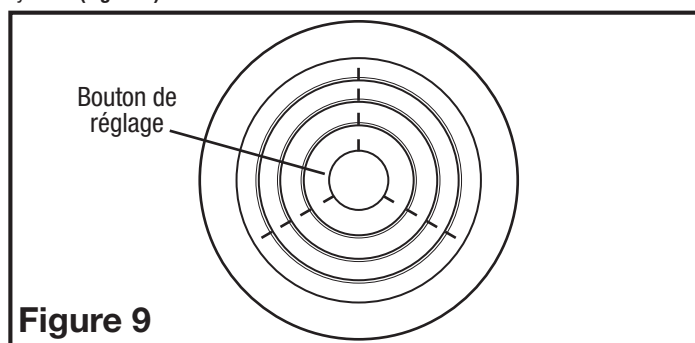

Figure 9
- 1b. **Kits d'alignement de 6 po :** Localisez le bouton de réglage de l'amortisseur dans le centre du gril. Tout en poussant vers l'intérieur sur le bouton, tournez le bouton pour ajuster l'amortisseur et découvrir autant de l'ouverture que nécessaire pour équilibrer le système (**Figure 9**).